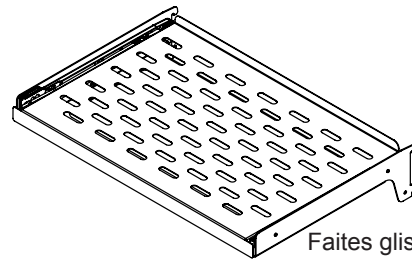

Figure 34
- (1) Demi métal largeur étagère en porte à faux (Voyez la Figure 34).